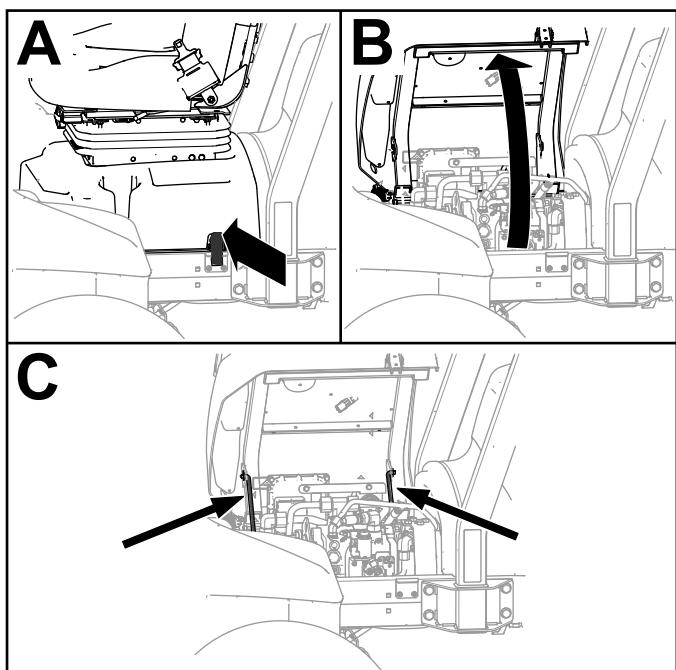

Рисунок 105
1. Разблокируйте основание сиденья (вид А на Рисунок 105).
2. Наклоните сиденье и основание в открытое положение (вид Б на Рисунок 105).
3. Зафиксируйте его опорными стойками (вид С на Рисунок 105).